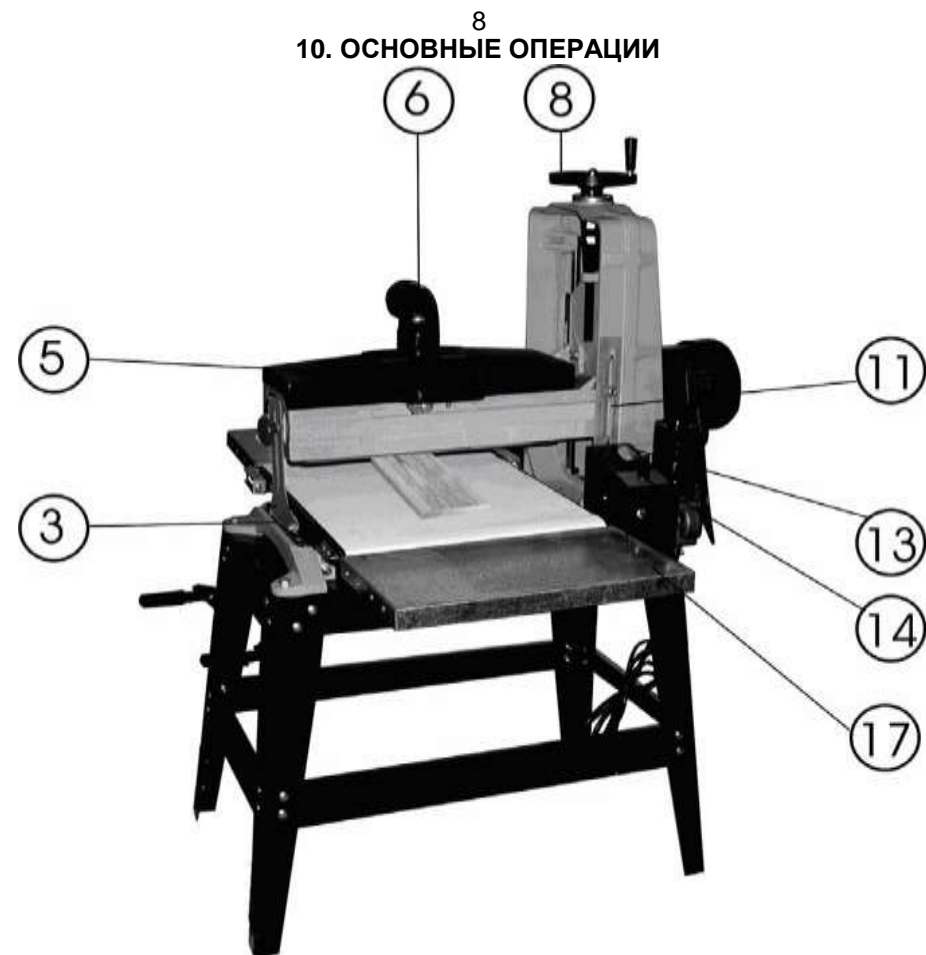

Рис. 8
10.1. Контроль высоты барабана (Рис. 8)
10.2. Шлифование (Рис. 8)